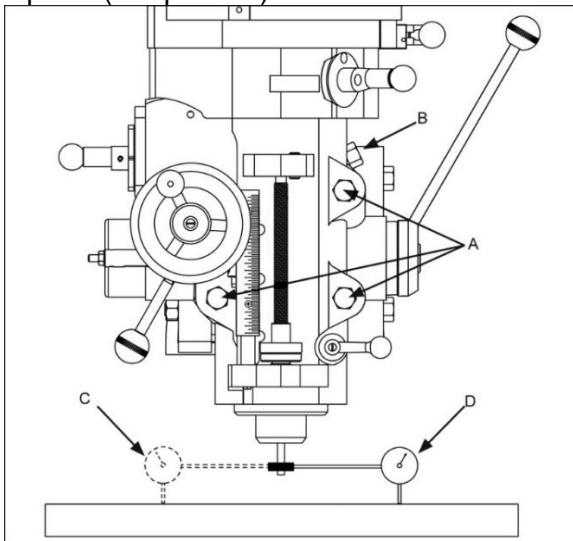

Рисунок 18
5. Установите индикатор на оправку и закрепите с помощью приводного стержня (см. рис. 18).
с. Установите индикатор часового типа на оправку и закрепите с помощью приводного стержня (см. рис. 18).